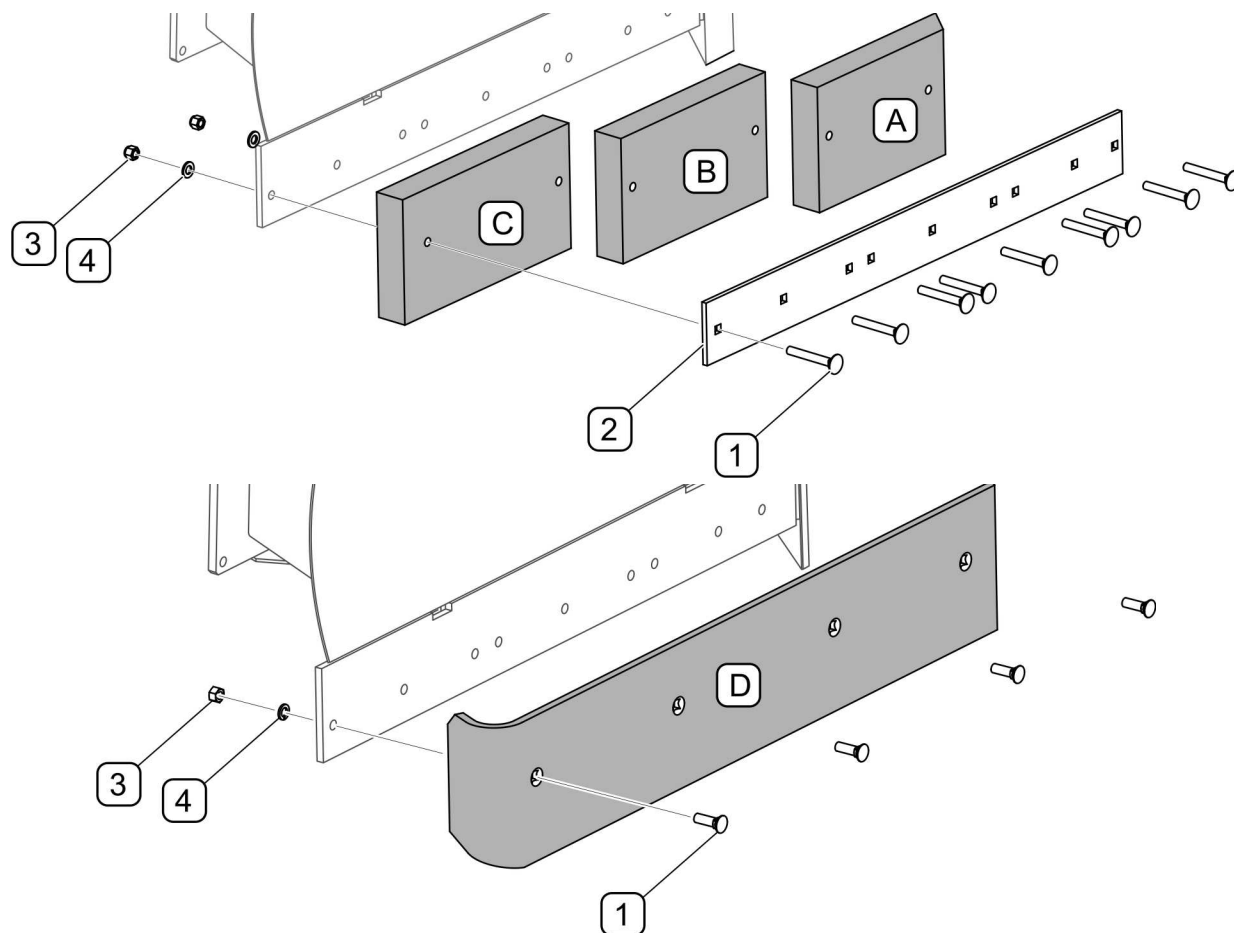

РИСУНОК 5.1 Замена нижней кромки отвала
Резиновая нижняя кромка отвала состоит из трех сегментов (A,B,C) (РИСУНОК 5.1). Для того, чтобы демонтировать сегменты кромки нужно отвинтить гайки (3), вынуть болты (1) и снять прижимную планку (2). Заменить сегменты кромки. Монтаж производится в обратной очередности.